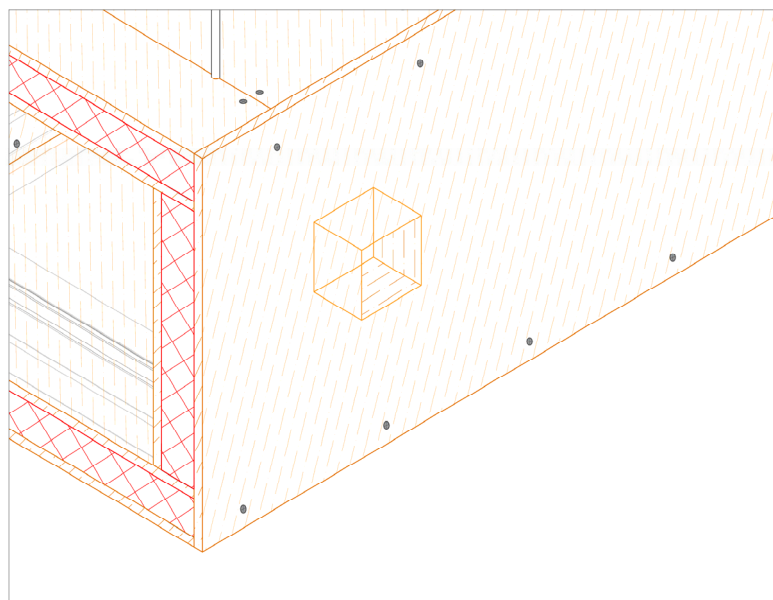

Рис. 16
- Электролобзиком или ножовкой по металлу выпилить квадратное отверстие в плите (рис.16).